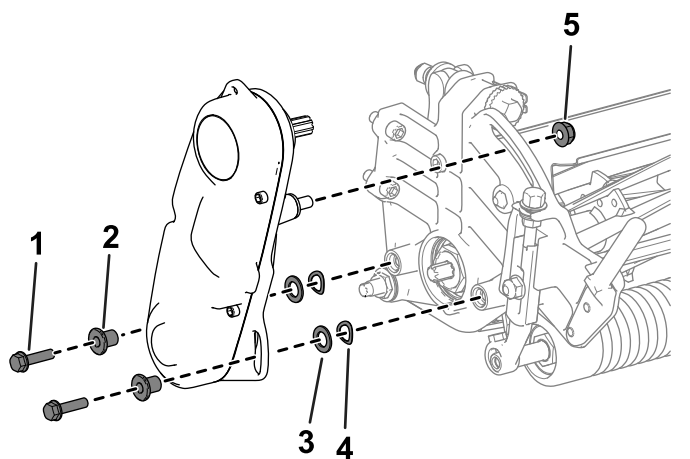

Figure 3
1. Retirez les fixations qui maintiennent le système d'entraînement du cylindre sur la plaque latérale (Figure 3).
2. Déposez le système d'entraînement du cylindre, les rondelles plates, les rondelles élastiques et les entretoises de la plaque latérale (Figure 3).